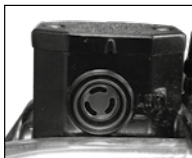

Imagen 25. Nivel del líquido del freno delantero.
2. Revisar que el nivel del líquido del freno del contenedor no esté por debajo de la marca mínima. El nivel del líquido del freno siempre debe estar por arriba de la marca mínima del contenedor. Ver imagen 25.